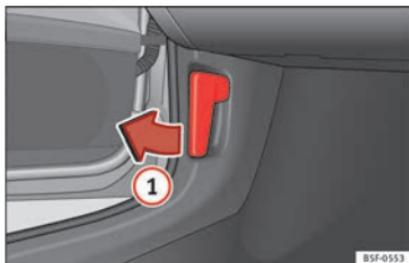

Fig. 8 Ver ubicación en la Fig. 3
- Abrir el capó: tire de la palanca que hay debajo del tablero de instrumentos »» fig. 8 ①.